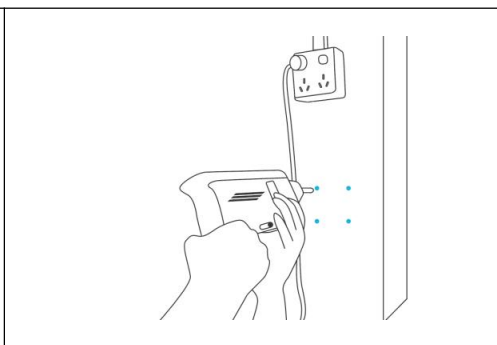

Figura 4 .
4. Taladre cuatro agujeros en las ubicaciones marcadas. Asegúrese de que el área de montaje sea estructuralmente sólida y esté libre de obstrucciones. (Ver figura 4) .